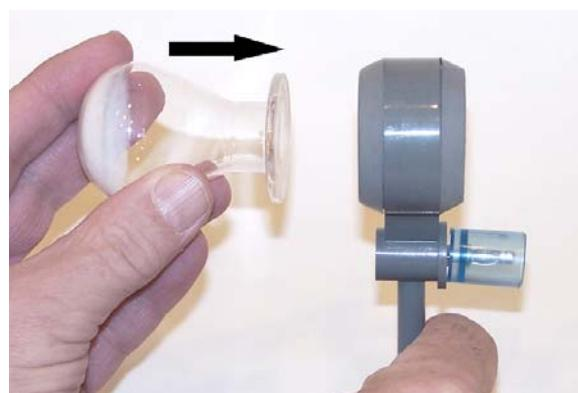

Fig. 1
- Endkappen in die Aufnahme des Halters einsetzen (siehe Fig. 1).